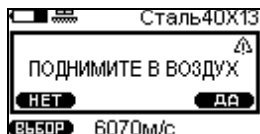

Рисунок 2.13 – Инструкция «ПОДНИМИТЕ В ВОЗДУХ»
4. Поднять преобразователь в воздух, согласно инструкции, на дисплее прибора «ПОДНИМИТЕ В ВОЗДУХ» (рис. 2.13), после чего подтвердить